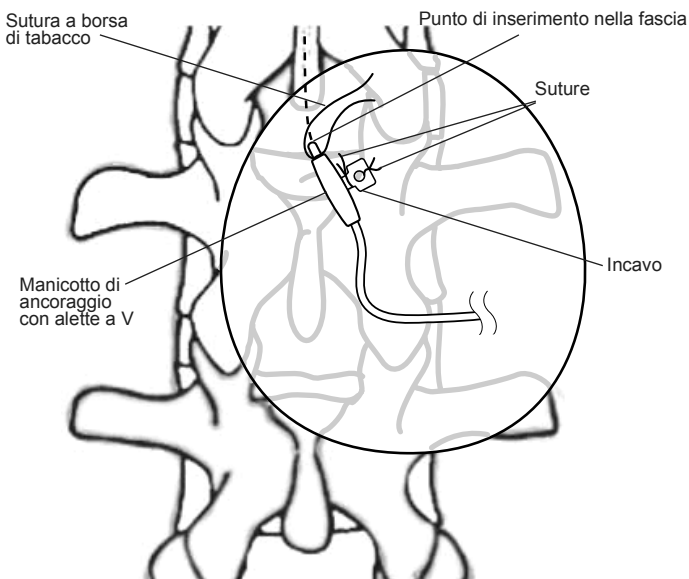

Figura 6. Posizionamento del manicotto di ancoraggio con alette a V.
- piatte l'una contro l'altra per fissarle correttamente al corpo del catetere (Figura 6).
- Utilizzando suture spesse non assorbibili, suturare le alette del manicotto di ancoraggio l'una all'altra attraverso i fori di sutura e fissarle alla fascia circostante (Figura 6).